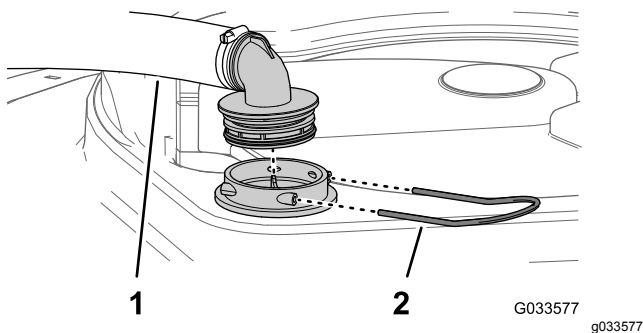

Figura 95
2. Nella parte superiore dell'irroratrice, rimuovete il fermo che fissa il raccordo del flessibile collegato al flessibile grande dall'alloggiamento del filtro (Figura 95).
3. Rimuovete il flessibile e il raccordo del flessibile dall'alloggiamento del filtro (Figura 95).